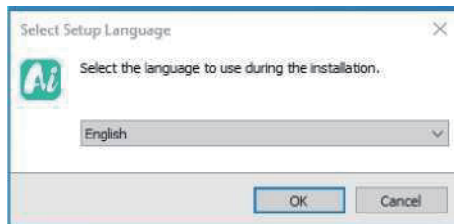

Figure 3
b) Sélectionnez la langue de configuration, comme illustré dans la figure 3: